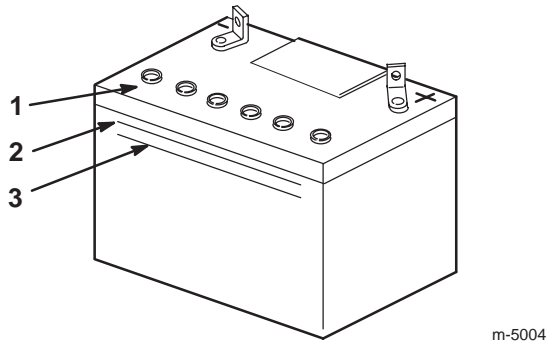

Bild 58
2. Sehen Sie sich die Seite der Batterie an. Der Füllstand muss bis zur **oberen** Linie reichen (Bild 58). Die Säure darf nicht unter die **untere** Linie fallen (Bild 58).
3. Entfernen Sie die Entlüftungsdeckel von der Batterie (Bild 58).
4. Gießen Sie langsam destilliertes Wasser in jede Batteriezelle, bis der Säurestand die **obere** Linie (Bild 58) am Batteriegehäuse erreicht.
5. Warten Sie nach dem Füllen der Batteriezellen fünf bis zehn Minuten. Gießen Sie bei Bedarf destilliertes Wasser in jede Batteriezelle, bis der Säurestand die **obere** Linie (Bild 58) am Batteriegehäuse erreicht.